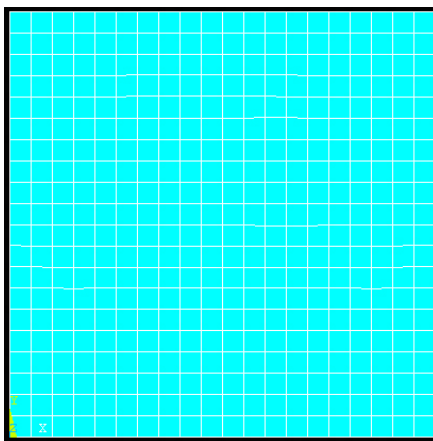

Рис. 22. Конструкция после разбиения
3.2. Выполните разбиение на конечные элементы, рис. 22.